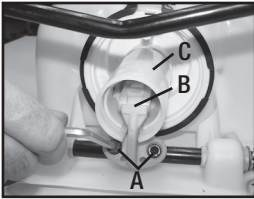
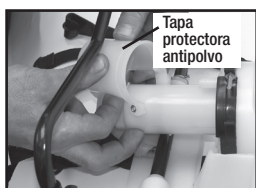

Figura 1
Figura 9
1) Retire el pasador de sujeción y la manija de la bomba. Acueste la unidad sobre su parte posterior con la bomba viendo hacia usted (Figura 1). Afloje la abrazadera de la manguera y quite la manguera pulverizadora. Precaución: podría haber residuos líquidos en la manguera y el cilindro de presión. Retire la tuerca y tornillo de la tapa protectora y retire la tapa (referencia: figura 9). Gire el eje de la bomba para alcanzar los dos tornillos (A). Con una llave Allen, retire los tornillos. Jale el ensamblaje del pistón (B) y sáquele del cilindro de pistón (C).